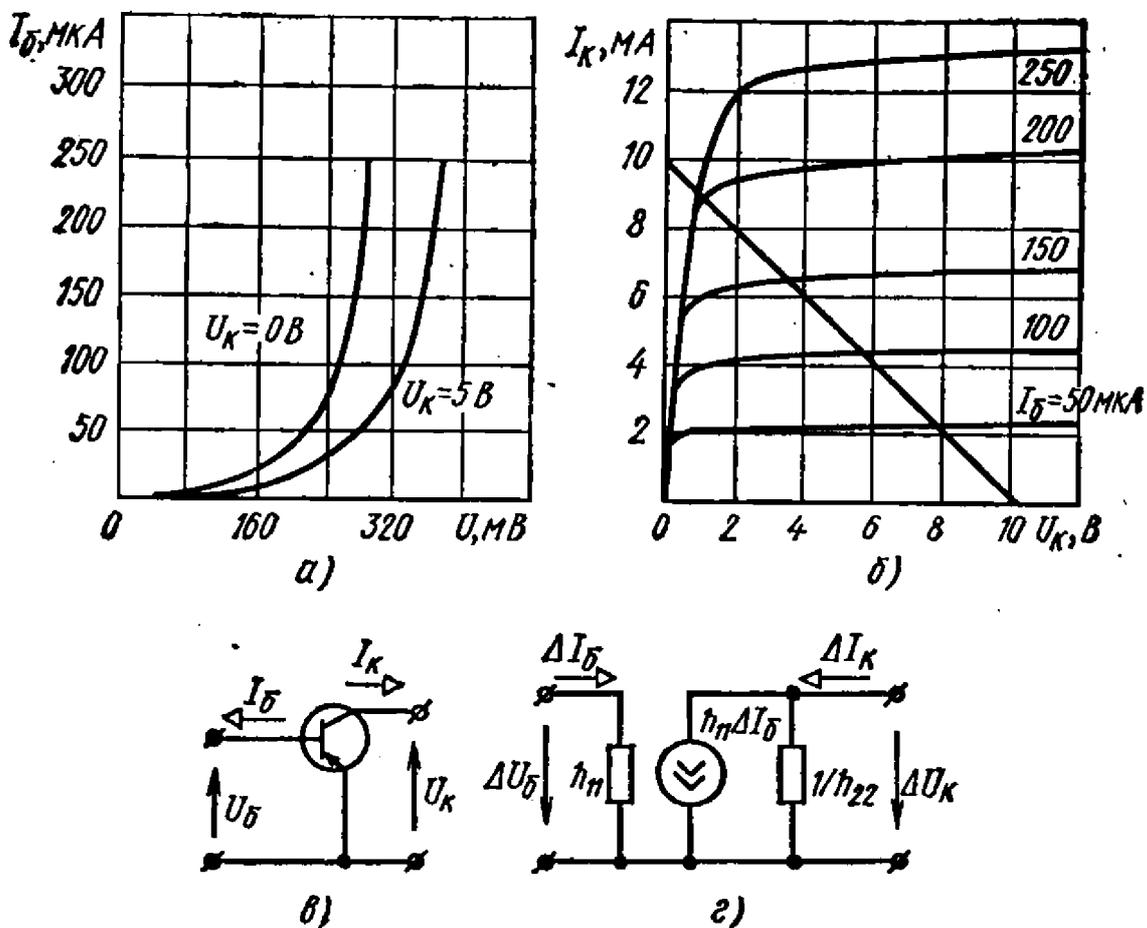

Рис. 13.5
13.5. Найти h -параметры транзистора типа ГТ322А по его характеристикам (рис. 13.5, а, б), соответствующим схеме с общим эмиттером (рис. 13.5, в), для $U_K = 5$ В и $I_6 = 150$ мкА. Изобразить схему замещения транзистора.
Решение. По входной характеристике (рис. 13.5, а) находим:
По выходным характеристикам (рис. 13.5, б) определяем:
Схема замещения транзистора приведена на рис. 13.5, г, при условии, что $h_{12} \approx 0$.
Решение. На семействе выходных характеристик транзистора ГТ322А (см. рис. 13.5, б) проводим линию нагрузки, соответствующую $R_n = 1$ кОм. Из построения видно, что линия нагрузки пересекает линейные участки выходных характеристик в диапазоне изменения тока базы $0 \leq I_6 \leq 200$ мкА.
Входные характеристики (см. рис. 13.5, а) линейны при $I_6 \geq 75$ мкА. Таким образом, обе характеристики линейны при $75 \leq I_6 \leq 200$ мкА. Поэтому рабочую точку выбираем примерно в середине линейного участка при $I_{60} = 150$ мкА, что соответствует $U_{к0} = 3,5$ В и $U_{60} = 320$ мВ.